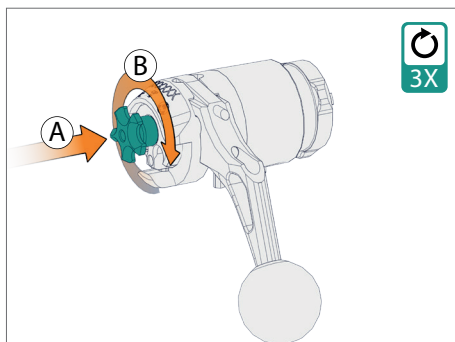

Abb. 14
- Die Sternschraube ansetzen und maximal drei Umdrehungen in das Gewinde schrauben. (Schritte A und B, siehe Abb.14)